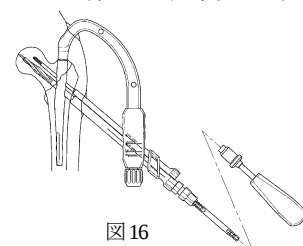

図16
- 14) ステップリマーのストッパーを計測長より 10mm マイナスした位置に合わせ、グリップハンドルを後端に接続し、リーミングを行います。(図16)